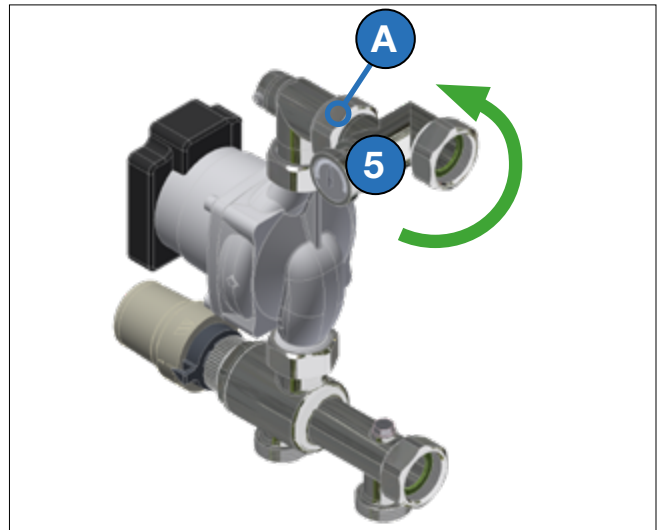

Fig. 8-1
Het regelstation kan aan de rechter- of linkerzijde van de verdeler worden gemonteerd door de excentrische schroefverbinding (5, Fig. 8-1) om te draaien en ondersteboven te keren.
1. Draai de moer (A, Fig. 8-1) los.